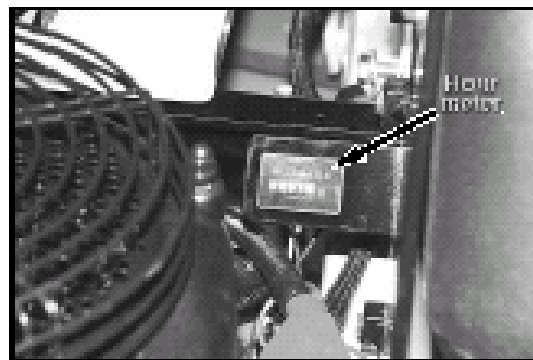

Figure 3-6
**7. Compteur horaire électronique (Fig. 3-6)** – Enregistre le temps d'utilisation en dixièmes d'heures jusqu'à un total de 9999,9 heures. Connecté au contacteur à clé, le compteur enregistre le nombre d'heures cumulées durant lesquelles la clé de contact a été en position MARCHE et le contrôle de présence de l'opérateur enclenché.